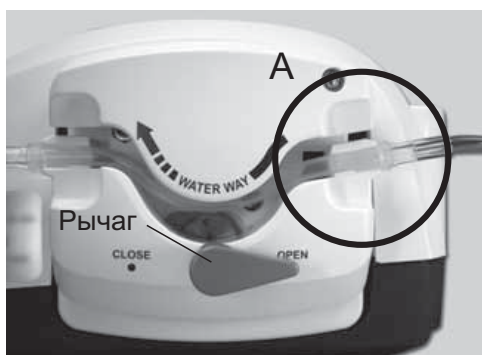

Рис.7
- 2) Вставьте ирригационный шланг (со стороны емкости) в ирригационную помпу, как показано на Рис.7 (фрагмент А).